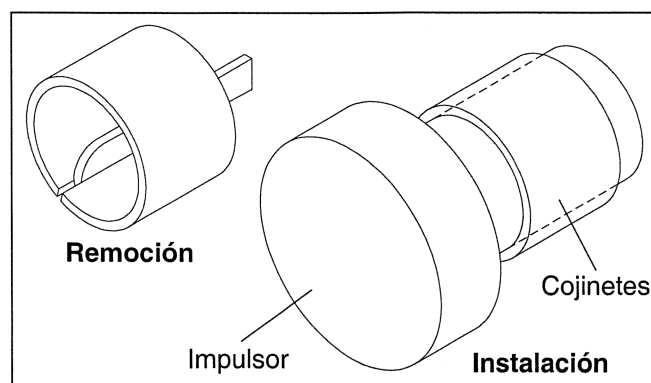

Figura 4.14 — Remoción e Instalación de los Cojinetes Autolubricantes
1. Retire el cojinete viejo. Si esto no es posible, córtelo con una cortadora o con una hoja de sierra (ver Figura 4.14). Tenga cuidado de no dañar la superficie de montaje del gorrón del cojinete.
4. Ubique el cojinete nuevo sobre el impulsor. Alínelo con el anillo del cojinete y lleve el cojinete a su lugar utilizando un martillo de golpe muerto. Un pasador viejo puede servir como impulsor (Figura 4.14).